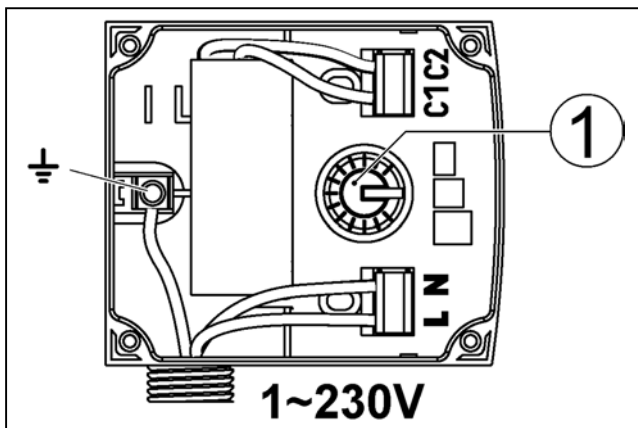

Рис. 3
Насосы оборудованы клеммной коробкой с 3-х ступенчатым переключателем (рис. 3, поз. 1)
- Установите переключатель скоростей (рис. 3, поз. 1) на необходимую скорость,